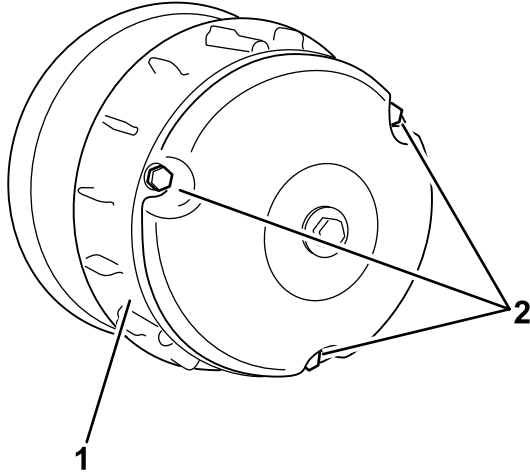

Bild 58
- Entfernen Sie die drei Schrauben, mit denen die Abdeckung an der Kupplung befestigt ist, und nehmen Sie die Abdeckung ab (Bild 58).
- Setzen Sie die Kupplungsabdeckung auf und befestigen Sie sie mit den drei in Schritt 2 entfernten Schrauben (Bild 58).